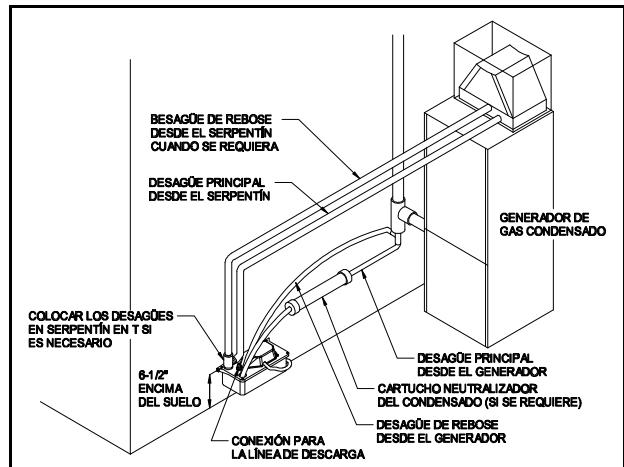
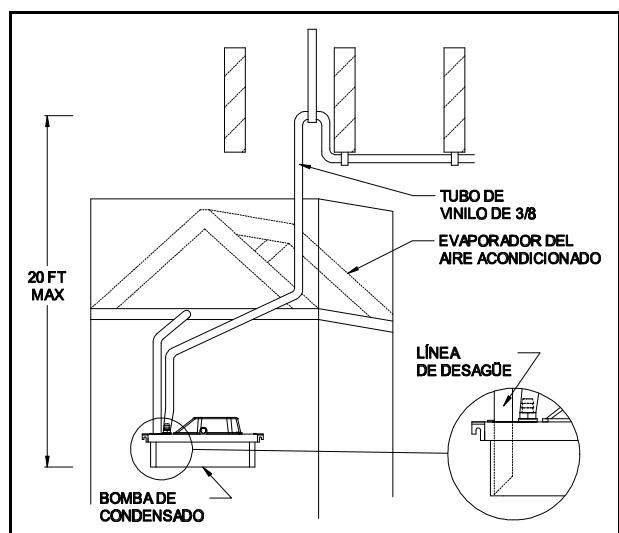

Figura 1
Figura 2
3. La bomba se debe montar de manera que la plataforma quede por lo menos a $6\frac{1}{2}$ " por encima del piso. (Ver Figura 1) Esto permitirá que haya una luz para que el tanque se pueda sacar más tarde para la limpieza.
1. Haga correr un tubo o caño flexible desde el desagüe del condensado en la bandeja del evaporador y/o desde el desagüe del generador, a uno de los orificios de admisión en la bomba. Esta línea de desagüe debe tener una pendiente descendente continua para permitir el flujo de la gravedad. Corte el extremo de la línea en ángulo para que el extremo no se cierre en el fondo del tanque de la bomba. (Ver Figura 2) **NOTA:** Si hay un desagüe de rebose desde la bandeja del evaporador o desde el generador, es posible que sea necesario derivar el rebose y el desagüe principal juntos antes de que entren en la bomba. (Ver Figura 1)
2. Conecte una línea de descarga a la válvula de retención dentada en la parte superior de la bomba. Esta línea puede ser un tubo flexible o un caño rígido, pero no debe tener un diámetro interno mayor de $3/8$ ". Extienda la línea de descarga directamente desde la bomba al punto más alto posible sin superar la altura/capacidad de gph de la bomba, antes de dirigir la línea al desagüe. Desde este punto alto, haga correr la línea de descarga al desagüe con una pendiente descendente. Para mejores resultados, el desagüe debe estar por debajo o aproximadamente nivelado con el fondo del tanque de la bomba. Si no es posible hacer que la línea vaya en pendiente descendente, haga una trampa en "U" invertida en el punto alto de la línea de descarga por encima de la bomba. (Ver Figura 2)